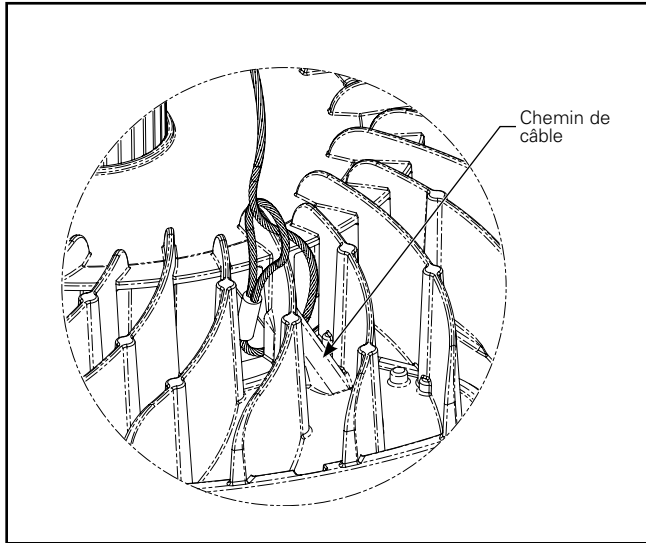

Figure 1.
1. Faites passer l'œillet du câble de sécurité à travers les ailettes du dissipateur thermique et autour du chemin de câble, comme illustré à la Figure 1.